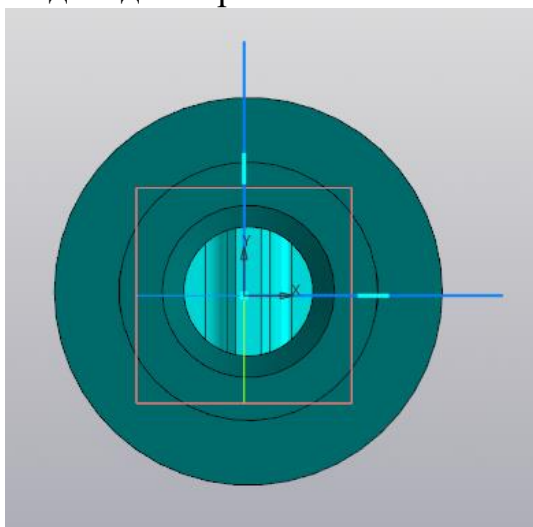

Рисунок 166.
1. Выбираем плоскость *ZY* Создать *Эскиз*. Из начала координат проводим два отрезка основной линией под углом 90^0 (рисунок 166).